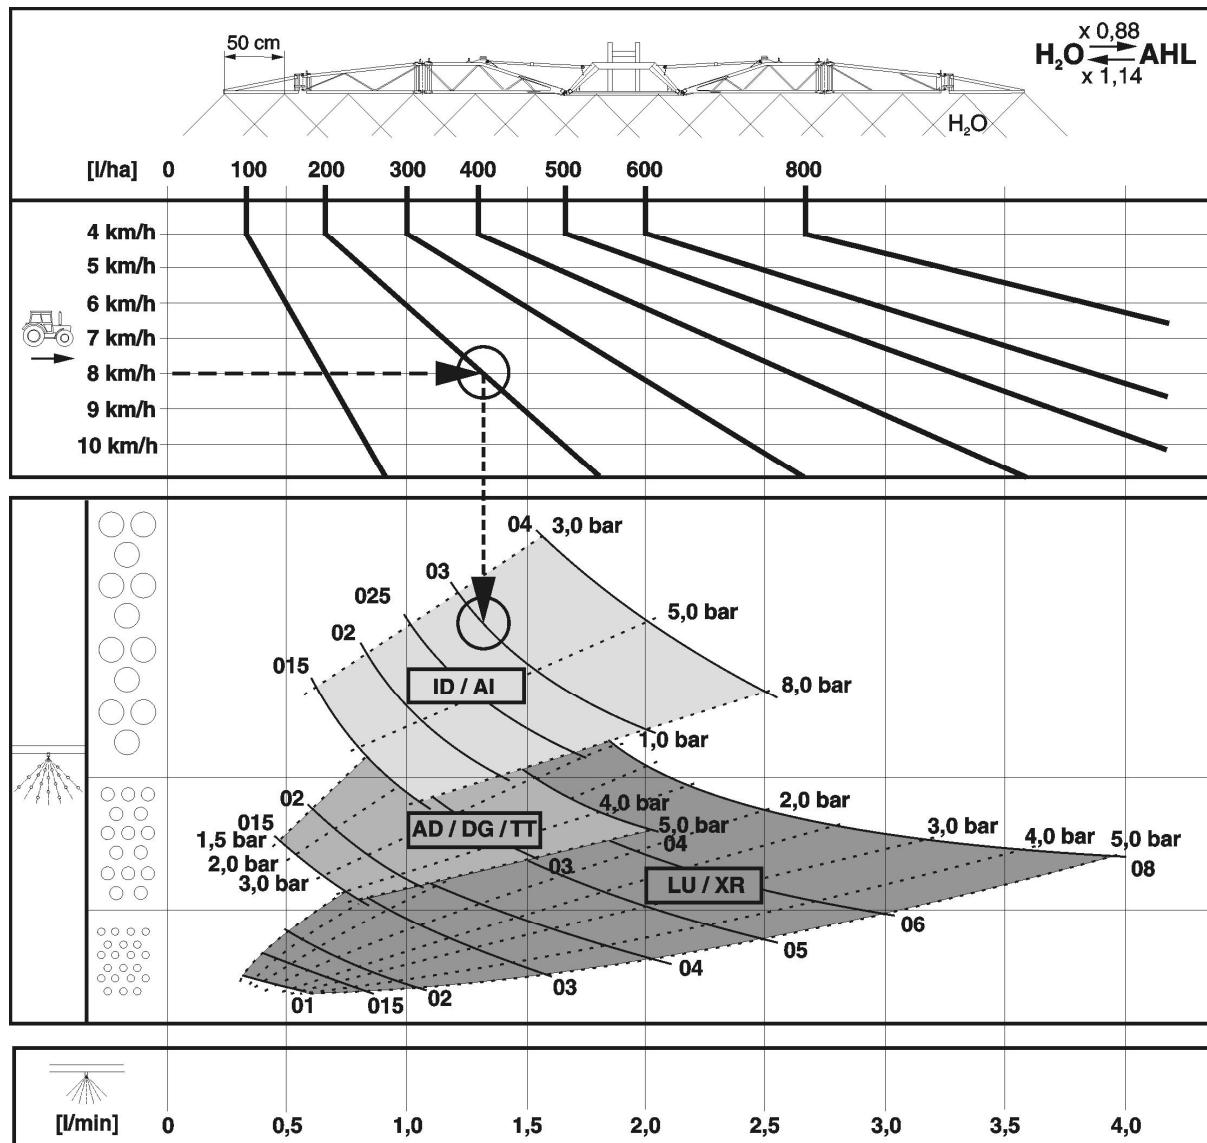

Fig. 167
- Fig. 167 servește la alegerea tipului adecvat al duzei. Tipul duzei se determină prin